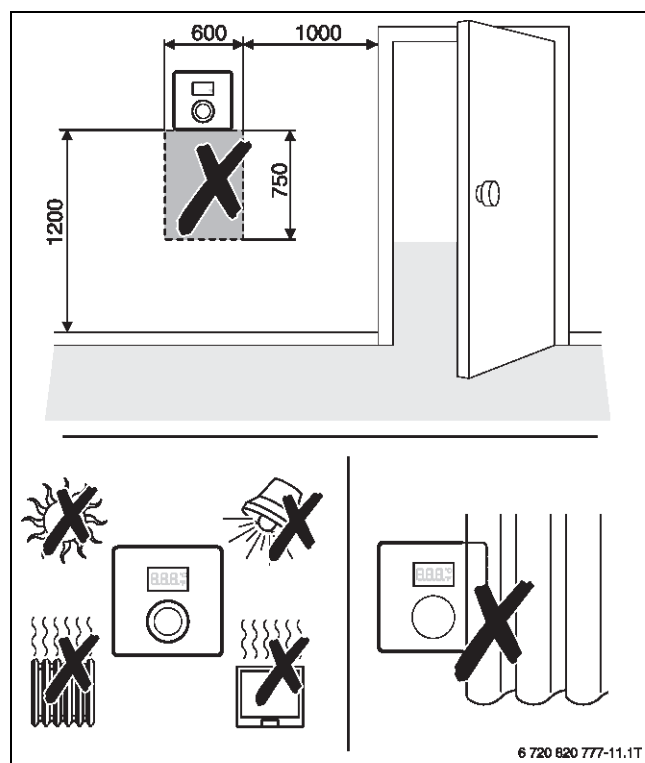

Bild 165 Position der Fernbedienung RC100(H) im Referenzraum (Maße in mm)
- ▶ Fernbedienung für die raumtemperaturgeführte Regelung im Referenzraum installieren (→ Bild 165).